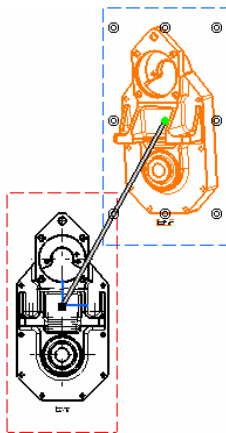

图 6-234
- 方向定位直线的黑色正方形端点可以定义参考定位点（视图原点或某一现存点）。单击此正方形端点，它就变为闪烁的红色端点，且一直保持这种状态直到选择了某一现存点或某一视图图框。如图 6-234 所示，此时选择正视图图框，则黑色正方形端点移动到正视图原点。